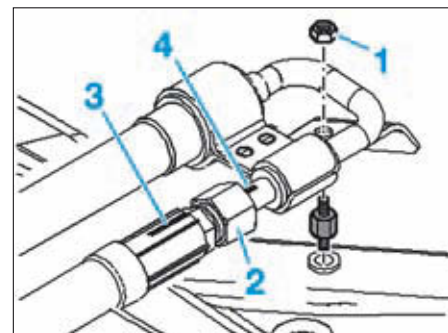

FIG. 19
*Les pince-durits ne doivent pas être fixés dans la zone du clapet antiretour sur la durite de retour (2) car le clapet antiretour risque d'être endommagé.*
- Dévisser l'écrou (1) du support de canalisation (Fig.19).
- Dévisser le raccord (2) et débrancher le flexible (3) de la canalisation (4).